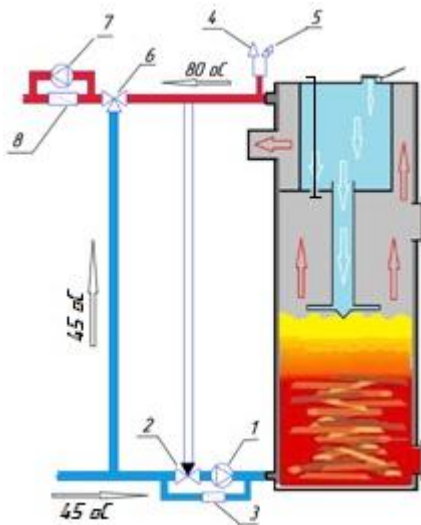

Рис.15.
10.2.2. Схема второго (отопительного) контура (Рис.15.)